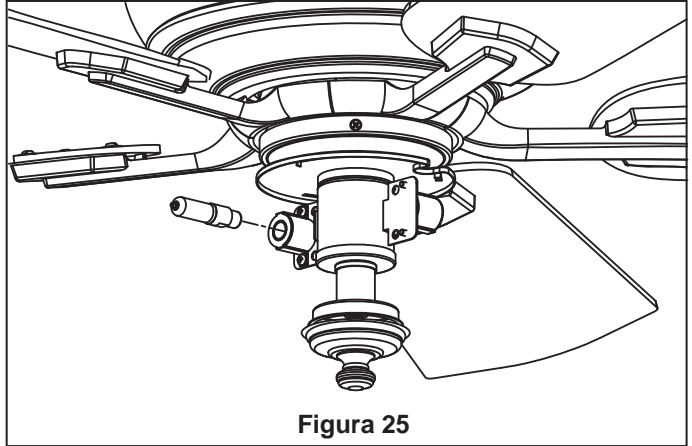

Figura 25
5. Instale las bombillas del minican incluidas en cada una de los dos casquillos. (Figura 25)
5. Instalar la carcasa de la caja de conexiones en la placa de montaje para dicha carcasa utilizando tres tornillos. (Figura 25)